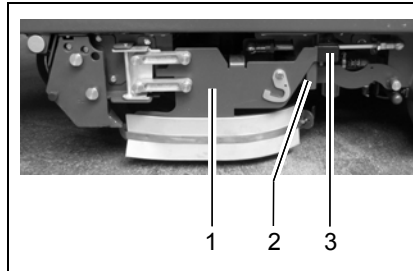

Abb. 5
1. Abstreifer (Abb. 5/1) öffnen: am Griffpunkt (Abb. 5/3) anfassen, Abstreifer (Abb. 5/1) anheben, nach vorne außen aufschwenken und absetzen (Wartungsstellung).
7. Abstreifer (Abb. 5/1) schließen: am Griffpunkt (Abb. 5/3) anfassen, Abstreifer (Abb. 5/1) anheben, zur Maschine schwenken und in Abstreiferverriegelung (Abb. 5/2) absenken. Der Abstreifer (Abb. 5/1) befindet sich nun in Arbeitsstellung.